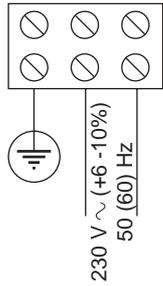

Fig. 12
- ① Fusibile F1 1AT/230Vac - 5x20
- ② Morsettiera X1 (230 V) - fig.12
- ③ Morsettiera X2 / X4 a bassa tensione